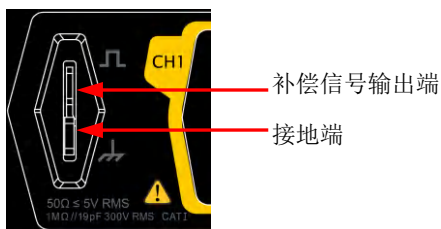

图 1-10 使用补偿信号
2. 将探头的接地鳄鱼夹连接至图 1-10 所示的“接地端”。
3. 使用探头连接示波器的通道 1 (CH1) 输入端和图 1-10 所示的“补偿信号输出端”。